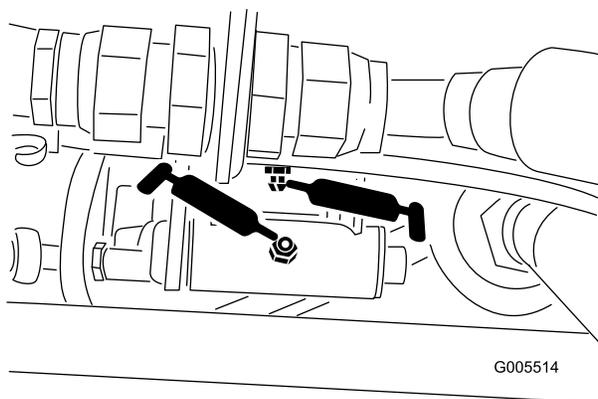
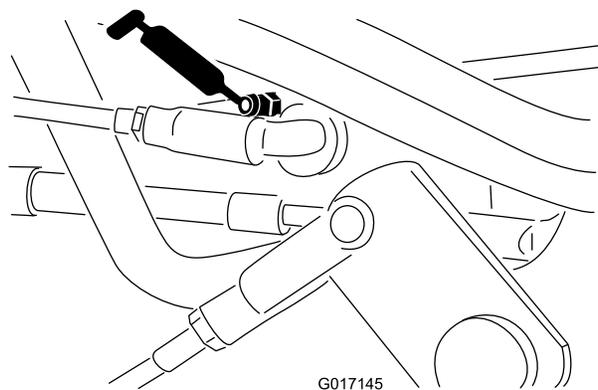

Figura 41
Figura 42
- Articulação do selector de velocidade (Figura 41 e Figura 42)